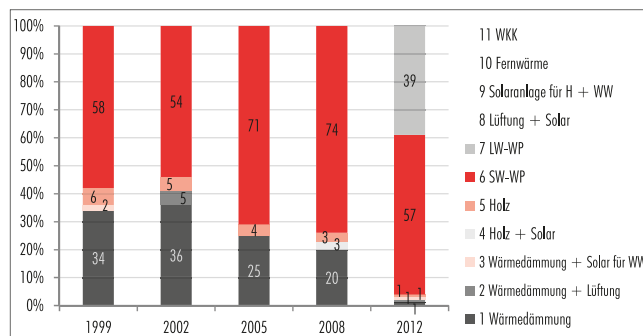

Abbildung 3: Die im Kanton Zürich gewählten Standardlösungen im Vergleich (Lösungen 8-11 wurden nicht gewählt).
Seit der Verschärfung der Anforderungen an die Wärmedämmung werden die Standardlösungen 1 bis 3 kaum mehr zur Erfüllung des Höchstanteils gewählt. Die Standardlösungen mit Wärmepumpen dominieren klar (Abbildung 3). Bei rund 10 % (ZH) respektive 18 % (AR, GL, SZ, SG) wird für den Nachweis die rechnerische Lösung angewandt.